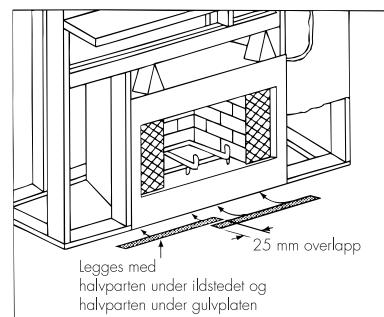

Fig. 3. Plassering av metallstrimler
Heatilator kan settes direkte på gulv av såvel brennbart som ikke brennbart materiale. Sammen med peisen leveres 2 stk. metallstrimmler på 100 mm bredde. De skal med ca. 25 mm omlegg legges 50 mm inn under fronten av peisen slik at fremstikkende 50 mm blir liggende under gulvplaten. De skal hindre at eventuelle glør som faller ut ikke kommer i kontakt med brennbart gulv (fig. 3). Gulvet foran peisen skal dekkes med en plate av ubrennbart materiale (metall, skifer, marmor, fliser e.l.). Gulvbelegg som vegg-til-vegg tepper, nålefilt, kork, vinylbelegg o.l. skal alltid fjernes (kfr. Ildstedsregler for ovner og peiser i Byggforskserien 552.135).
3. Sammen med peisen leveres 2 stk. metallstrimler på 100 mm bredde. De skal med ca. 25 mm omlegges 50 mm inn under fronten av peisen slik at fremstikkende 50 mm blir liggende under gulvplaten. De skal hindre at eventuelle glør som faller ut ikke kommer i kontakt med brennbart gulv (fig. 3).
- Sett innsatsen tilbake og legg platestrimlene som anvises på fig. 3 på plass. Sjekk at innsatsen er i lodd og vater. Bruk platebiter av jern eller metall til oppvatring.
- Sett innsatsen tilbake og legg platestrimlene som anvises på fig. 3 på plass. Sjekk at innsatsen er i lodd og vater. Bruk platebiter av jern eller metall til oppvartring.